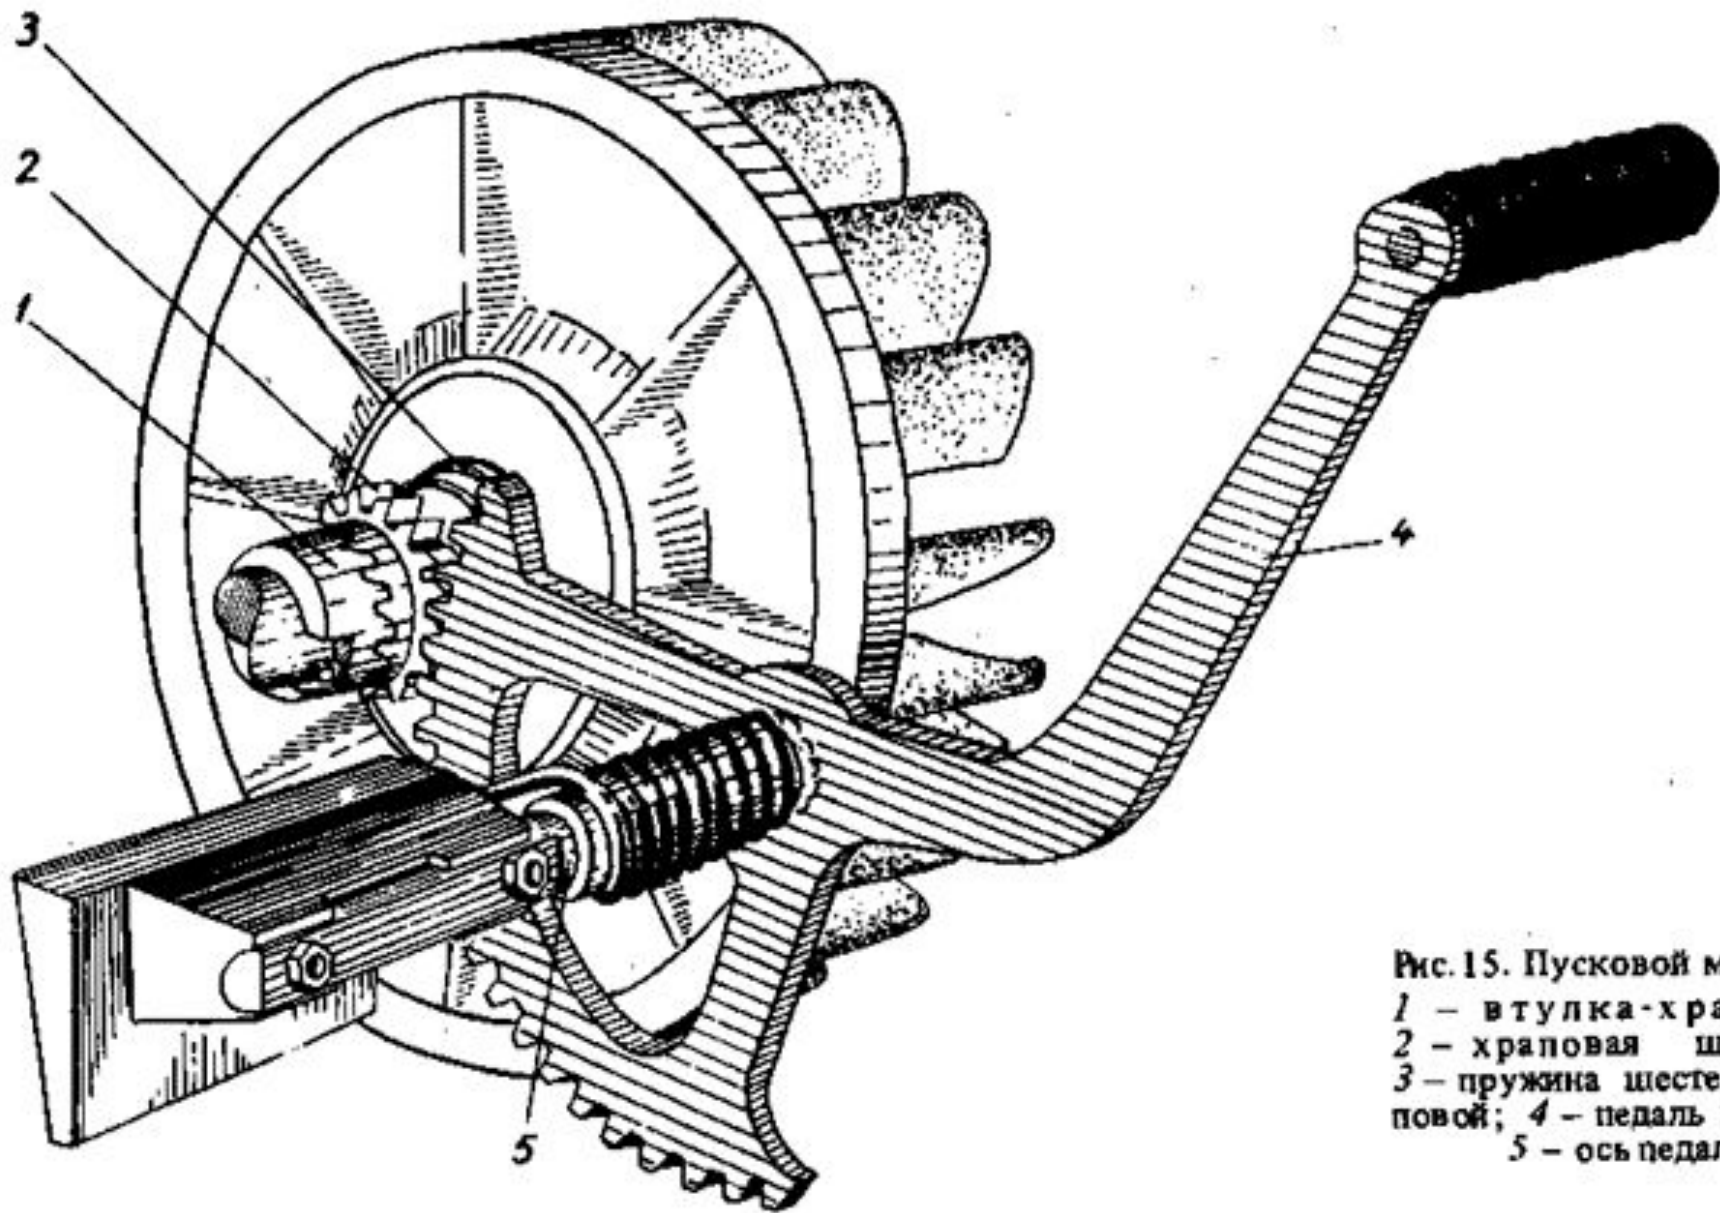

Рис. 15. Пусковой механизм.
3. Смазать шейку коленчатого вала под храповой шестерней 2 (см. рис. 15) и ось педали 5.